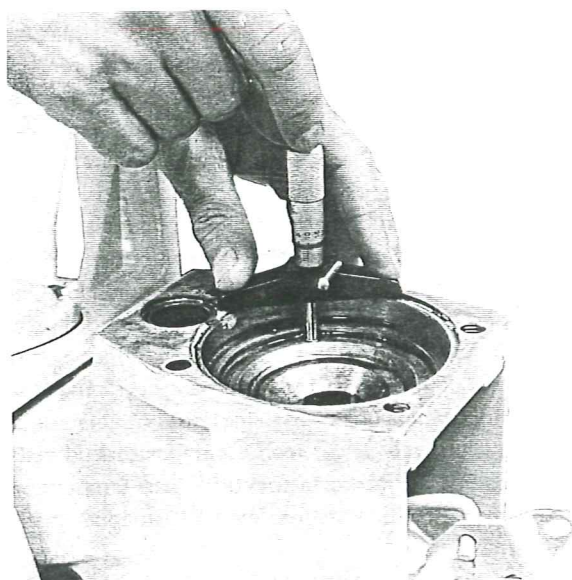

Fig. 45
2. Bestäm djupet på motsvarande urtag för lagerbanan i mellanhuset fig. 45 och lägg till måttet under punkt 1 så mycket shims att djupmålet i mellanhuset överskrides med max 0,1 mm.